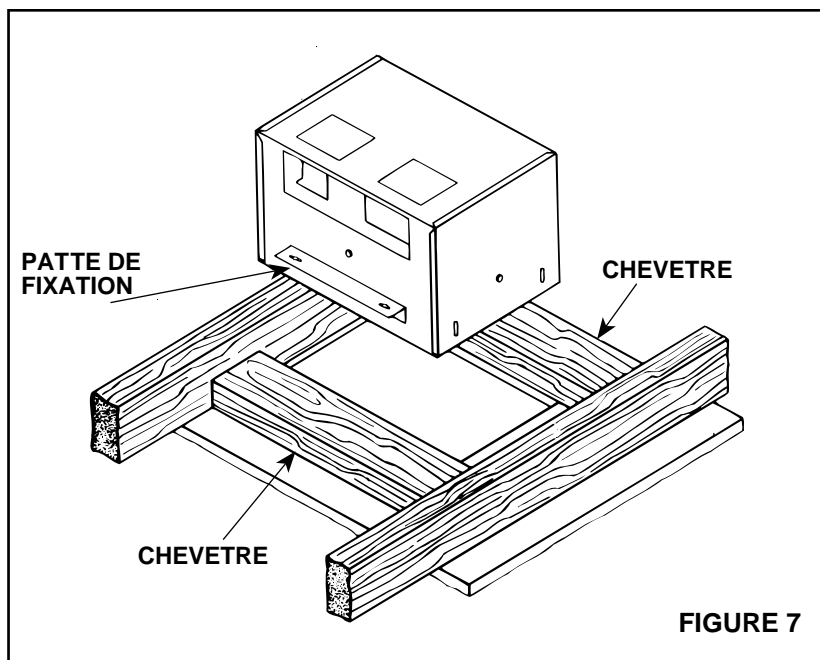

FIGURE 7
3. Voir **Figure 7**. Dans le grenier ou sous les combles, tracer la découpe en utilisant le boîtier comme gabarit. Découper aux dimensions: $10\frac{3}{16}$ po x $14\frac{3}{8}$ po. La largeur ($10\frac{3}{16}$ po) de la découpe doit être tout contre la solive.
5. Voir **Figure 7**. Installer les chevêtres entre les solives à l'aide de clous ou de vis en laissant $10\frac{3}{16}$ po d'espace entre eux.
6. Voir **Figure 7**. Ôter les pattes de fixation du boîtier en enlevant les deux (2) écrous hexagonaux de chaque patte. Remonter les pattes à l'envers sur la longueur du boîtier en utilisant les mêmes écrous.